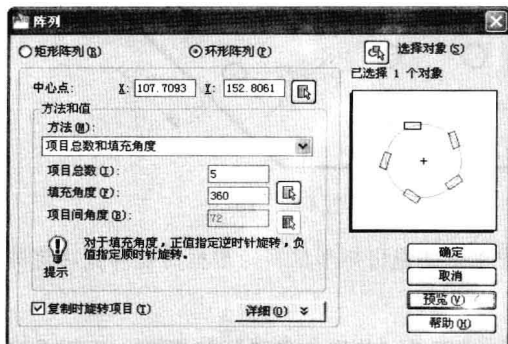

图 4-4-18
(5) 输入项目总数为“5”，填充角度为“360”，如图 4-4-18 所示。